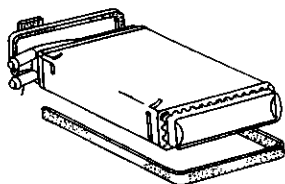

图 5-33 热交换器嵌条
5) 安装新热交换器时, 须将其嵌条密封好, 如图 5-33 所示。